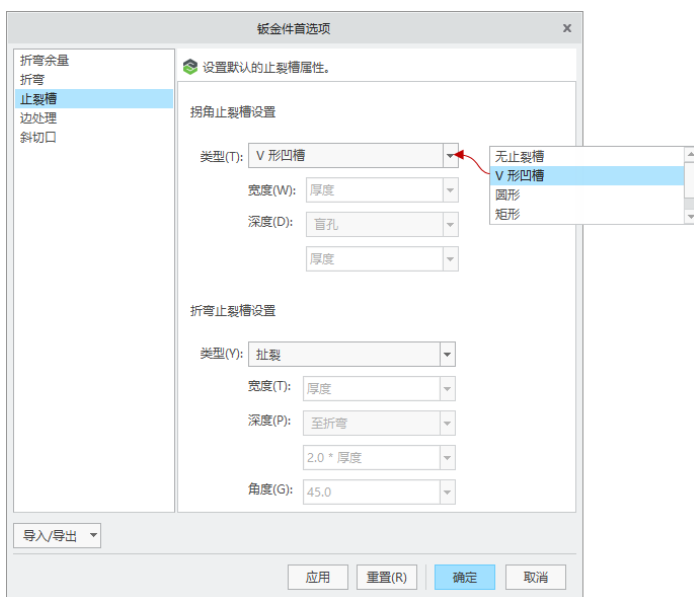

图 3-66 “钣金件首选项”对话框
(2) 在“模型属性”对话框中，从“钣金件”选项组中单击“止裂槽”行中的“更改”选项，打开图 3-66 所示的“钣金件首选项”对话框，自动指向“止裂槽”类别。此时，可以在“钣金件首选项”对话框的“止裂槽”类别页中查看默认的拐角止裂槽设置，默认的拐角止裂槽类型为“V 形凹槽”。还可以查看默认的折弯止裂槽设置，默认的折弯止裂槽类型为“扯裂”。